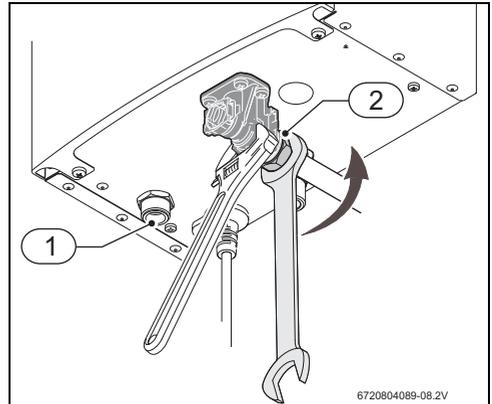

Рис. 15 Подключение воды
- ▶ При подключении холодной воды закрепите водопроводную арматуру, как показано на рис. 15.
- ▶ Выполняйте подключение холодной (рис. 15, [2]) и горячей (рис. 15, [1]) воды с применением прилагаемых и рекомендуемых принадлежностей для подключения.